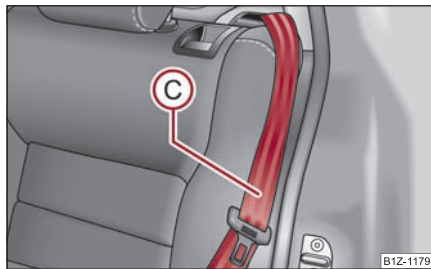

Fig. 82 Deblocarea spătarului scaunului
- Aduceți centura de siguranță laterală din spate **(C)** în spatele marginii capitonajului lateral ⇒ fig. 82.